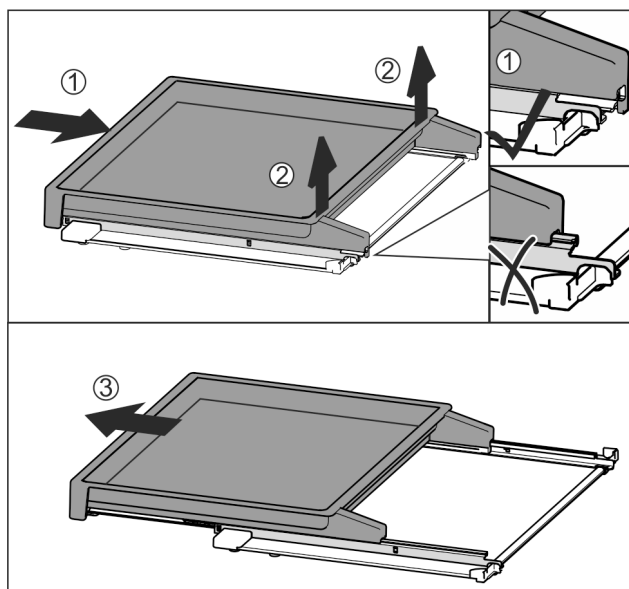

Fig. 78
- ▶ Spingere completamente il ripiano estraibile Fig. 78 (1).
- ▶ Staccare il blocco sul lato posteriore Fig. 78 (2).
- ▶ Estrarre in avanti il ripiano estraibile Fig. 78 (3).